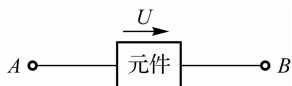

图 1-12 用箭头表示
- (1) 用箭头表示。箭头的指向为电压的参考方向,如图 1-12 所示。